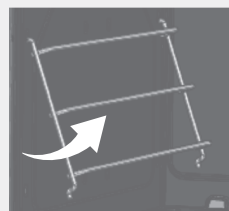

Fig. 19
- 1 | Monte os trilhos nas laterais do forno figura (Fig.19).